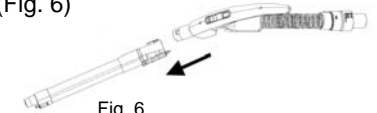

Fig. 6
1. Sostenga el extremo del tubo telescópico dentro del receptáculo que está en el mango de la manguera flexible. Empuje el tubo telescópico hacia adentro hasta que se trabe. (Fig. 6)